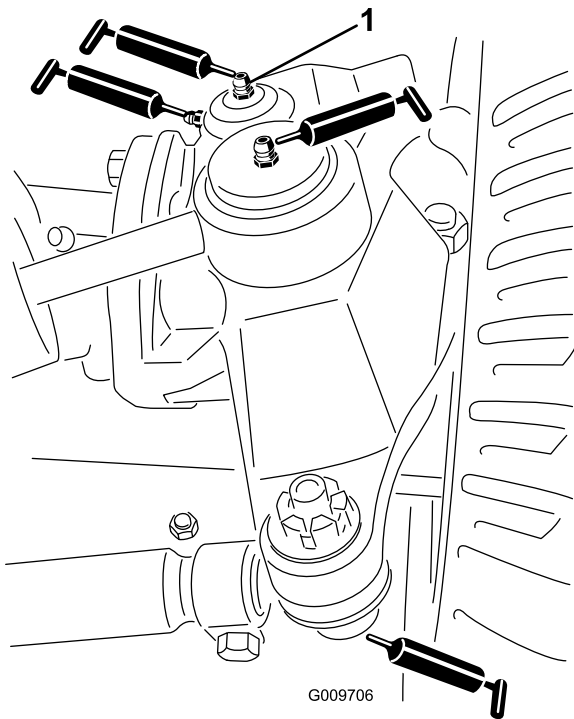

図 37
- 図 37に示す、ステアリングシリンダのボールジョイント 2ヶ所
- 図 37に示す、タイロッドのボールジョイント 2ヶ所
- 図 37に示す、キングピンのブッシュ2ヶ所